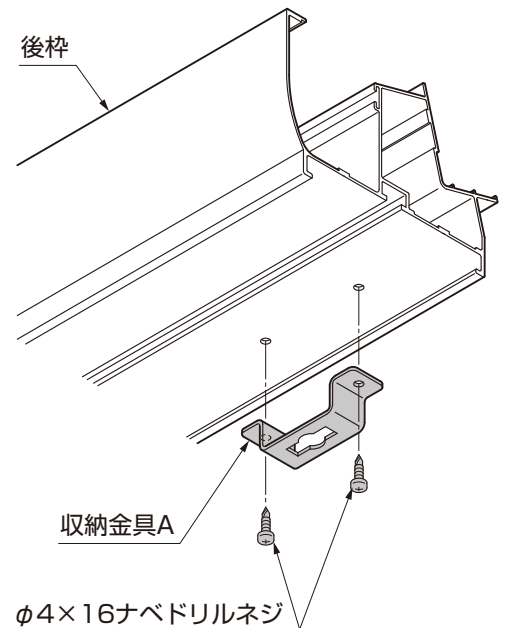

図4-10
- ②収納金具Aを【2-11】で桁に取付けてください。(図4-10参照)